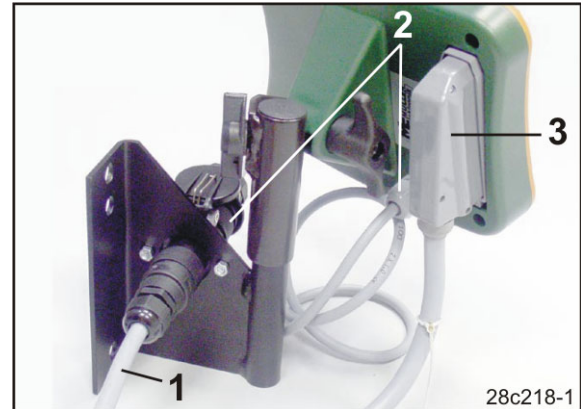

Рис. 19
2. Подсоедините кабель питания (Рис. 19/1) к консоли и к 12-вольтовому гнезду на тракторе.
3. Соедините консоль и терминал управления кабелем питания (Рис. 19/2).
5. Проведите кабель машины в кабину трактора и вставьте штекер машины (Рис. 19/3) в терминал.